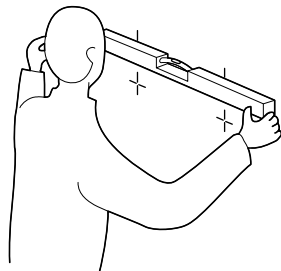

fig. 2
- 2 Maintenez le support en place et assurez-vous que celui-ci soit de niveau. Ensuite, marquez les endroits où vous devez forer les trous. (fig. 2)